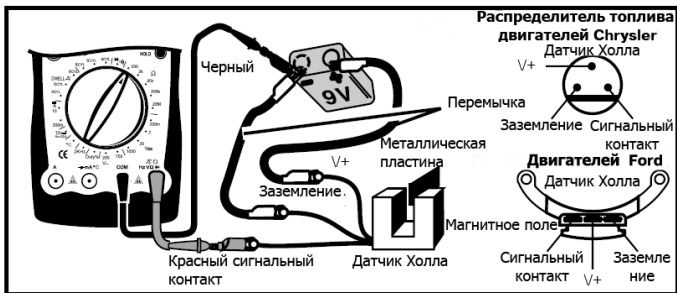

Рис. 15
**3. Тестирование датчика Холла (См. рис. 15)**